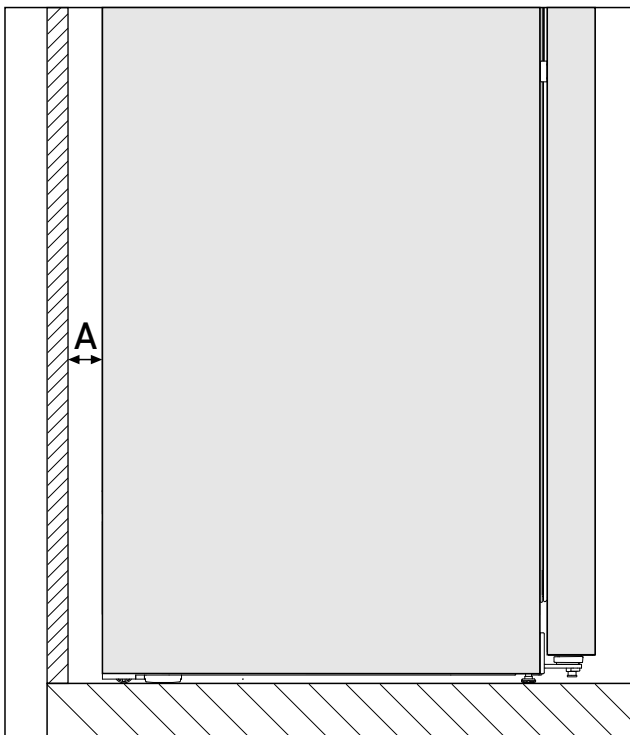

Fig. 3 *
Потребление электроэнергии определено при расстоянии Fig. 3 (A) между задней стенкой устройства и стеной помещения. Расстояние до стены помещения менее Fig. 3 (A) не влияет на функциональность устройства, но незначительно увеличивает потребление электроэнергии устройством.